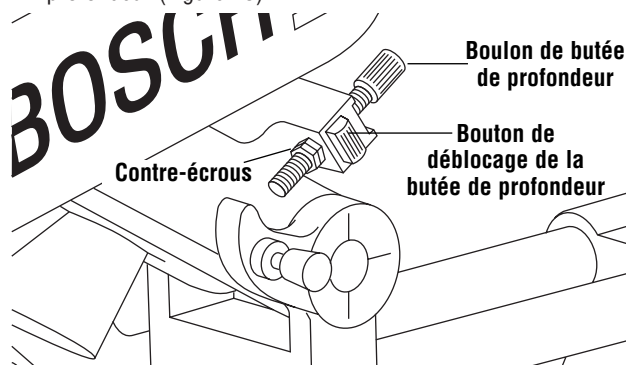

Figure 13. Réglage de profondeur
1. Desserrez et tournez les deux contre-écrous pour les amener juste à l'extrémité du filetage du boulon de butée de profondeur (Figure 13).
2. Enfoncez le bouton de déblocage de la butée de profondeur et tirez sur celle-ci jusqu'à ce que les écrous touchent le dessous de son support (Figure 13).